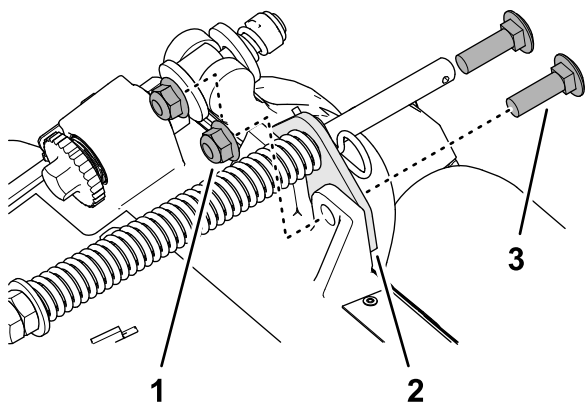

Figura 14
2. Îndepărtați cele 2 contrapiulie cu guler ($\frac{3}{8}$ ") i cele 2 uruburi de fixare ($\frac{3}{8}$ " x $1 \frac{1}{4}$ ") care fixează suportul de compensare pentru gazon pe cadrul unităii de tăiere (Figura 14).